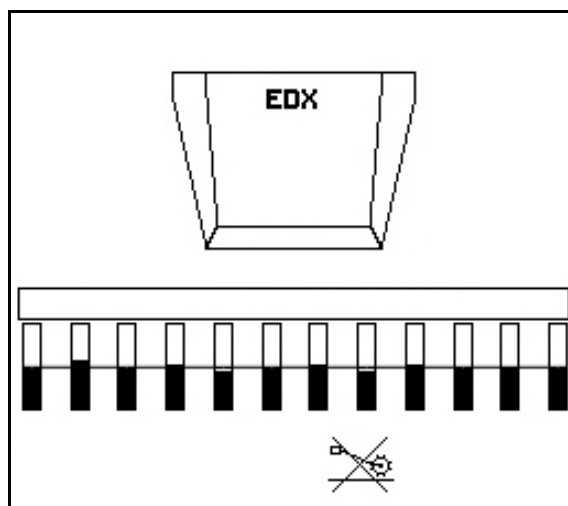

Рис. 62
1. Выберите блокировку колеса с почвозацепами (Рис. 62).